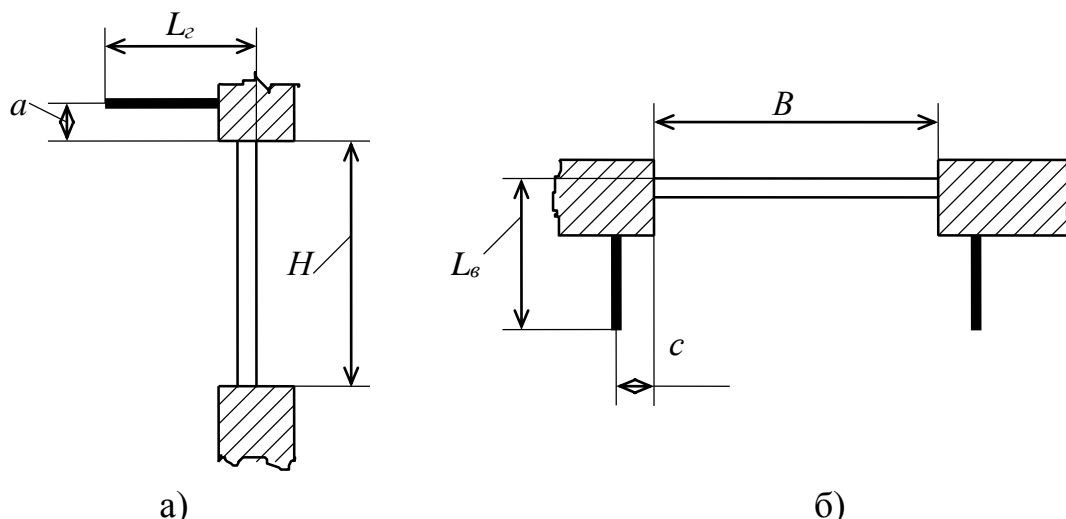

Рис. 3.1. Вертикальный (а) и горизонтальный (б) разрезы вертикального заполнения светового проема с солнцезащитными конструкциями:
**Задание 3.** Определить количество теплоты, поступающей в помещение общественного здания в результате солнечной радиации через наружную стену и окно с целью составления баланса теплоты для проектирования вентиляции. Расчетный период с  $7^{00}$  до  $20^{00}$ . Конструкция заполнения светового проема показана на рис. 3.1, размеры в табл. 3.1, технические характеристики – в табл. 3.2.